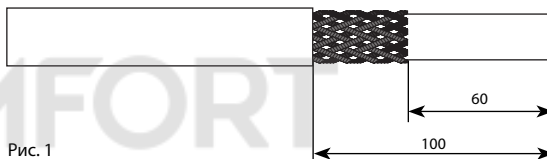

Рис. 1
5.1. Снять оболочку с каждого конца ленты на длине 100 мм (рис. 1).
5.2. Расплести экранирующую оплетку на длине 60 мм и аккуратно обрезать расплетенную часть. Не расплетенную часть сдвинуть к краю оболочки (рис. 1). Снять изоляцию на длине 60 мм (рис. 1).